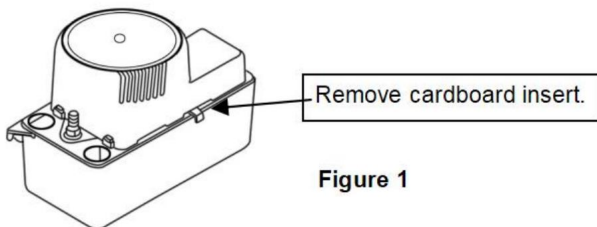

Figure 1
2. Pak de pomp voorzichtig uit. Verwijder de kartonnen verpakking uit de ventilatiesleuven van de motorkap. Schuif de verpakking voorzichtig van de pomp af. Deze verpakking voorkomt dat de schakelaar tijdens het transport verschuift (Afbeelding 1).